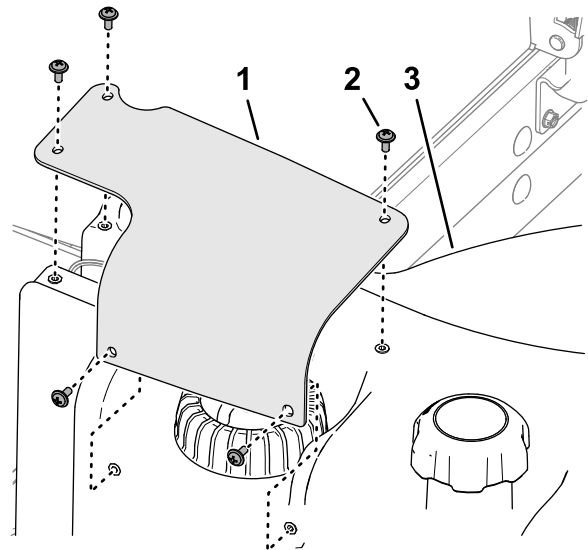

Bild 118
2. Entfernen Sie die fünf Kreuzschlitzschrauben, mit denen der Kraftstoff-Füllstandsensors am Kraftstofftank befestigt ist, und nehmen Sie die Abdeckung ab (Bild 118).